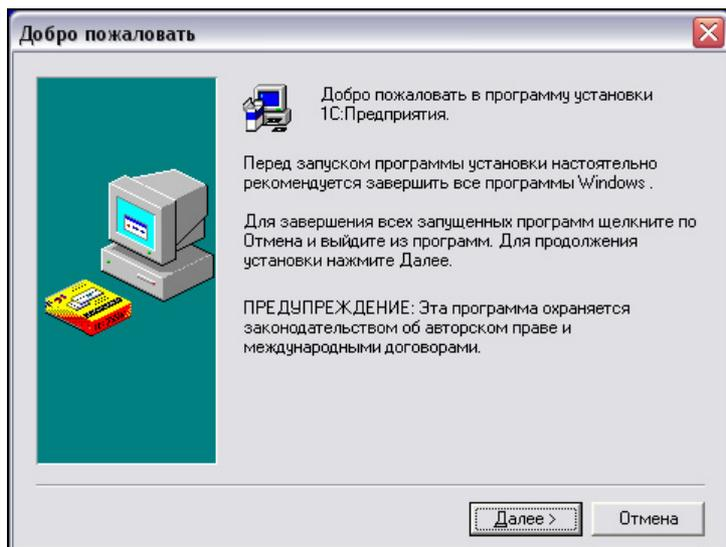

Рис. 1.1. Мастер установки "1С:Предприятия"
3. Начинает работать мастер установки (рис. 1.1).